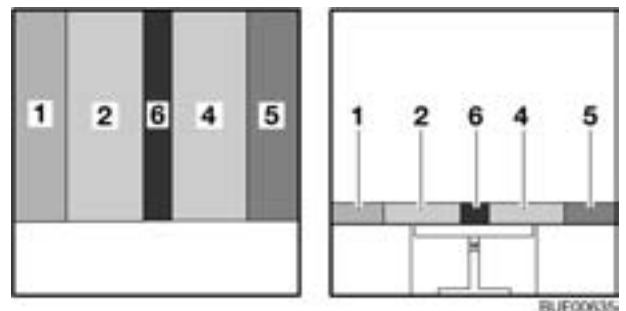

Bild 103 Nach dem Umbau
- Das Zusatzpolster (Bild 103,6) zwischen die Sitzpolster (Bild 103,2 und 4) legen.